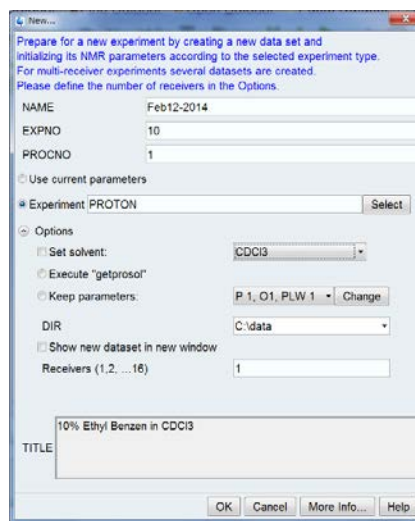

図 41. データセット作成用のダイアログ。
**Create Dataset** ボタンをクリックすると、図 41 のようにデータセット作成用のダイアログが開きます。